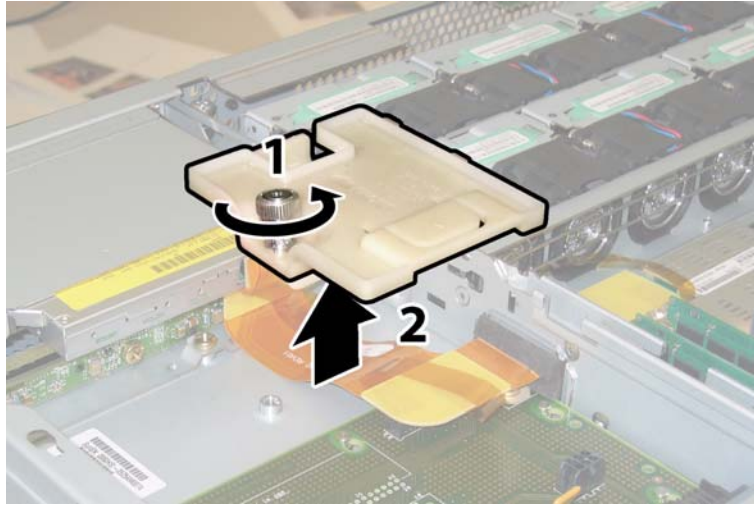

図 3-34 フレックスケーブルリテーナの取り外し
8. フレックスケーブルのリテーナを固定するパネ式のチョウネジを緩め、このリテーナをシャーシから取り外します。図 3-34 を参照してください。